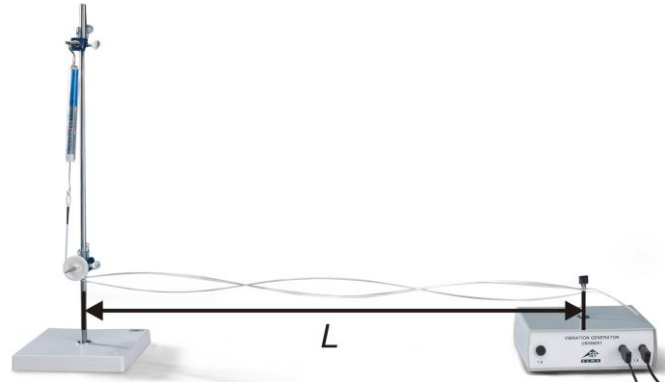

Fig. 4b: Ilustração do comprimento  $L$  efetivo da corda tensionada.
- Selecionar a distância entre o suporte com o dispositivo de desvio e o gerador de vibração de forma que o comprimento  $L$  (efetivo) da corda (Fig. 4b) seja de aprox. 90 cm. Tensionar a corda com auxílio do dinamômetro ( $F \approx 0,6$  N) e fixá-la apenas levemente com auxílio do parafuso borboleta no pino do oscilador.